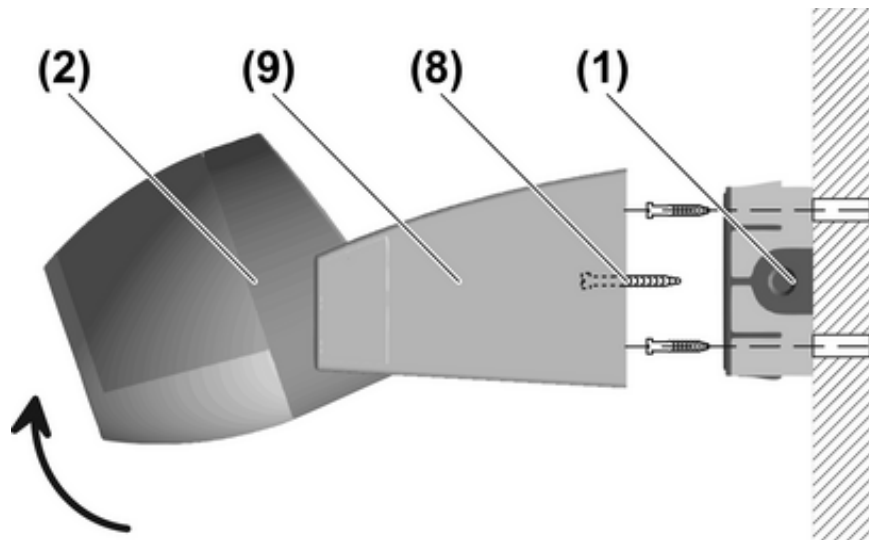

Figure 13: Fixation du détecteur de mouvement et du boîtier de raccordement
- Tourner la tête du capteur vers le haut (figure 13).
- Desserrer la vis de fixation centrale (8) et retirer la partie supérieure de l'appareillage (9) du boîtier de raccordement.
- Placer la partie supérieure du boîtier (9) sur le boîtier de raccordement (figure 13) en retirant la vis de fixation centrale (8) et veiller à ce que le détecteur de mouvement ne bascule pas.
- Serrer la vis de fixation centrale (8) (figure 13).